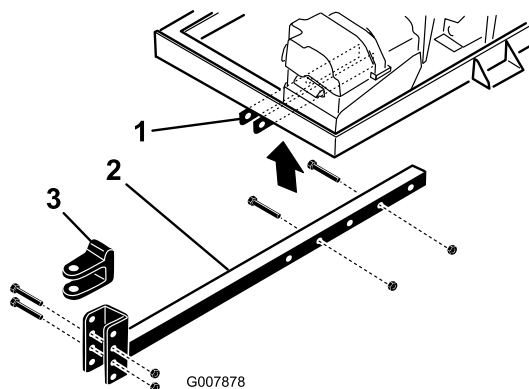

Bild 4
- Stecken Sie das Anbauvorrichtungsrohr in die Rahmenhalterungen (Bild 4). Befestigen Sie das Rohr mit zwei Schrauben ($\frac{3}{8}$ " x 3") und Bundmuttern ($\frac{3}{8}$ " am Rahmen und ziehen sie bis auf 40 Nm an.
Anbauvorrichtungsstift (Bild 4) am Anbauvorrichtungsrohr befestigt ist.
- Nehmen Sie die Schrauben und die Muttern ab, mit denen das Anbauvorrichtungsrohr an den Rahmenhalterungen befestigt ist (Bild 4).